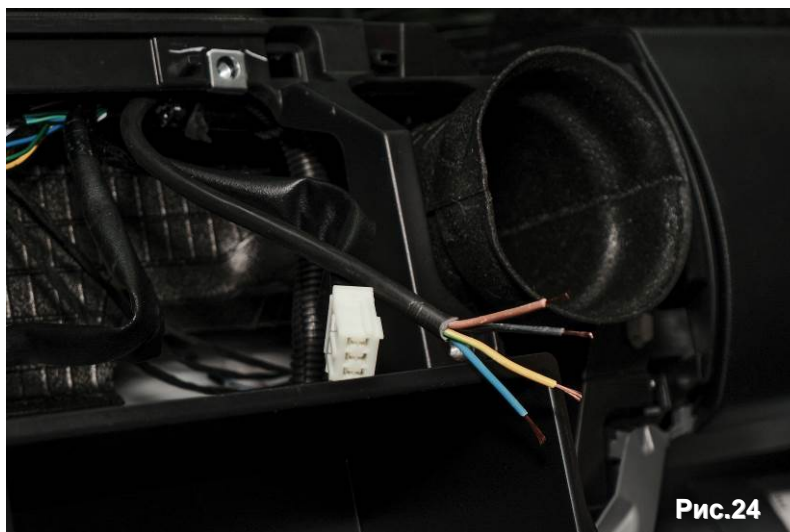
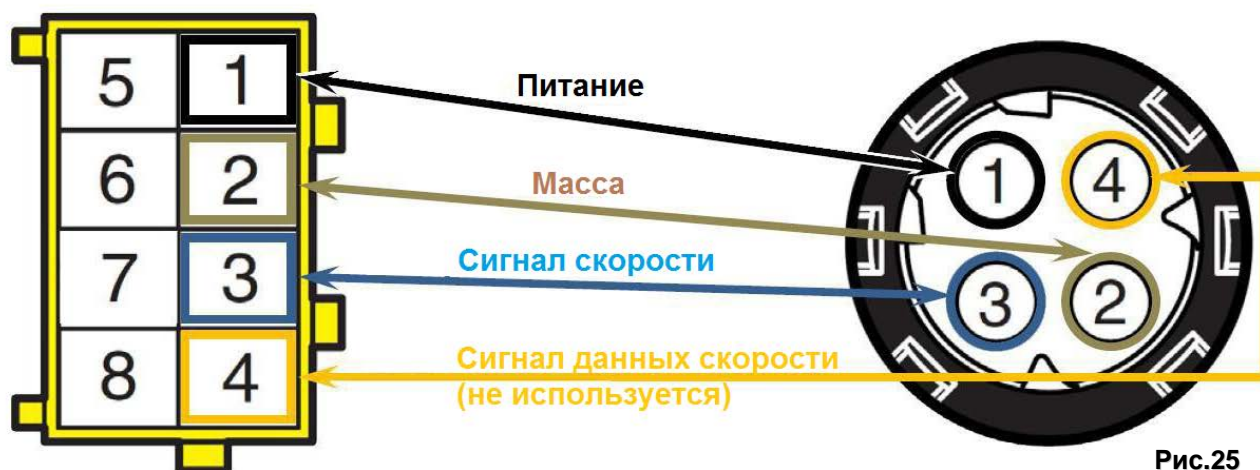

Рис.24
Рис.25
5.8. Отрезать излишки кабеля датчика скорости и установить на нём разъём для подключения Устройства (разъём - тип «В», жёлтого цвета), соблюдая следующее расположение контактов (см. рис. 24 и рис. 25):